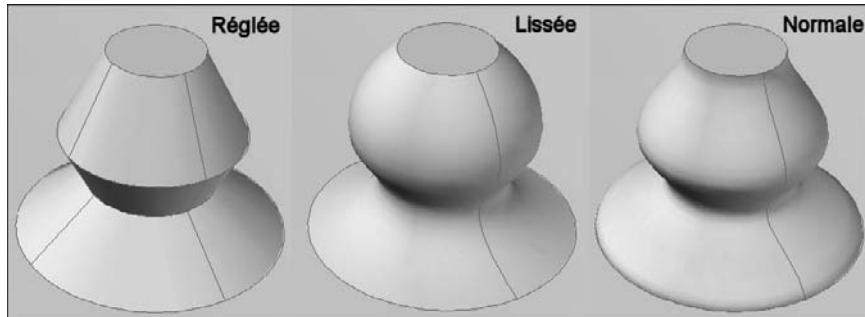

Fig.18.24
- ▶ **Réglée (Ruled)** : indique que la surface ou le solide est réglé (transition droite) entre les coupes et que ces dernières ont des arêtes aiguës (fig.18.24).